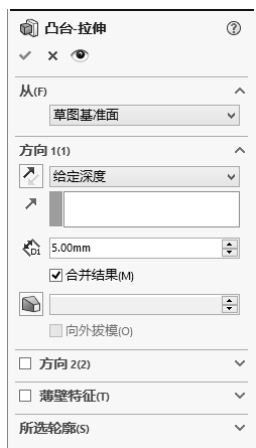
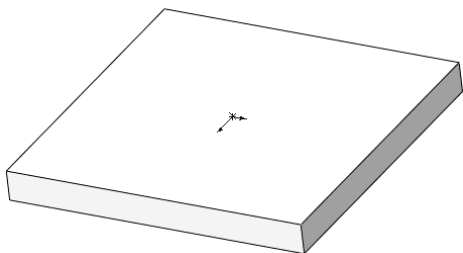

图 5-11 “凸台-拉伸”属性管理器 1
图 5-12 拉伸后的图形
3) 拉伸实体。选择菜单栏中的“插入”→“凸台/基体”→“拉伸”命令, 或者单击“特征”控制面板中的“拉伸凸台/基体”按钮, 系统弹出图 5-11 所示的“凸台-拉伸”属性管理器。设置拉伸终止条件为“给定深度”, 输入拉伸距离为“5 mm”, 然后单击 (确定) 按钮。结果如图 5-12 所示。